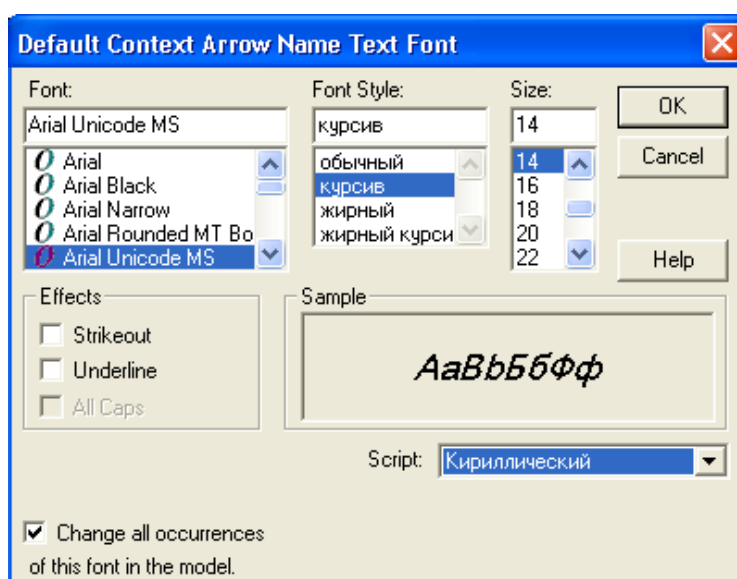

Рис. 1.16. Диалоговое окно *Default Context Arrow Name Text Font*
7. Установите шрифт **Arial Unicode MS**, курсив, 14 пт. (рис. 1.16.).